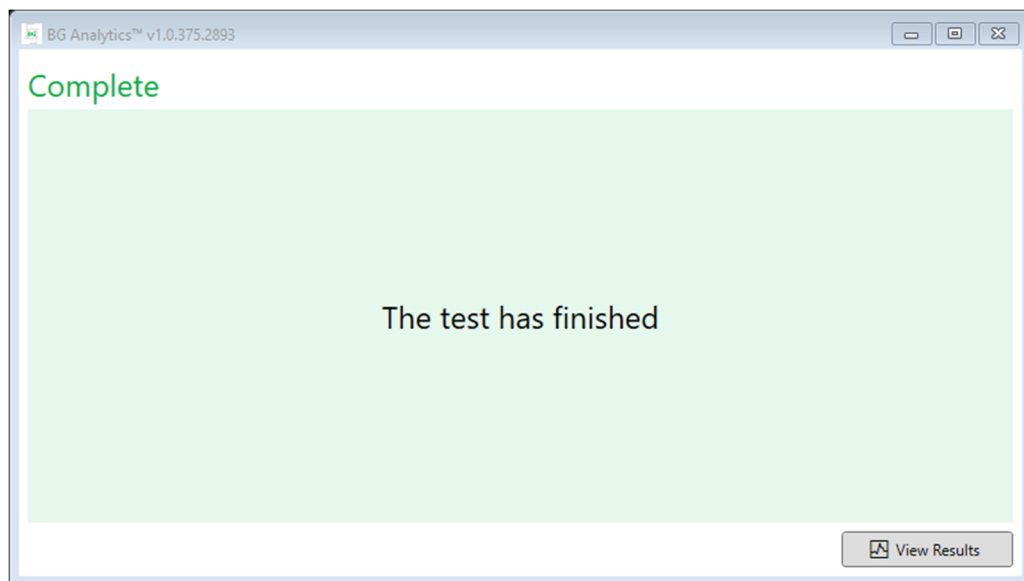

Figure 14. Écran de fin de BG Analytics®
8. Une fois le test terminé dans tous les puits, BGA passe automatiquement à l'écran de **Fin** et affiche « Le test est terminé » (comme illustré à la figure 14).